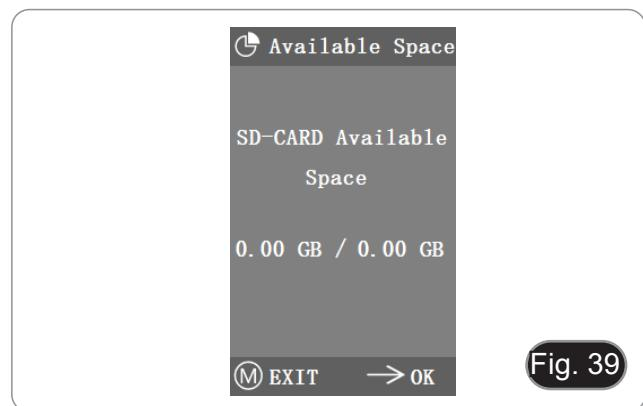

Fig. 39
2. Se viene visualizzato "0.00 Gb /0.00 Gb" (Fig. 39), la scheda SD non è stata inserita con successo; provare a reinserirla.